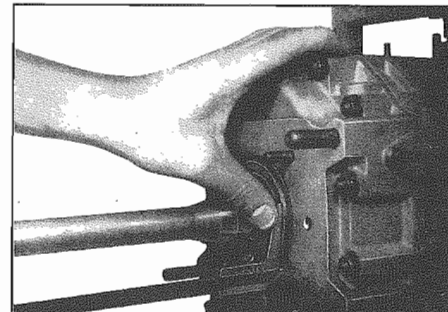

Fig. 55 - Misurare la distanza
- Premere la guarnizione ad anello per alberi (203) nella flangia di guida (201) con lo spigolo di tenuta verso l'interno della scatola.
- Con un calibro di profondità misurare la distanza tra il filo superiore dell'anello esterno del cuscinetto a sfere (207) e la superficie di tenuta della scatola (Fig. 55).
- Push shaft sealing ring (203) with sealing lip towards inside of housing into guide flange (201).
- Apply depth gauge to measure distance from upper edge of ball bearing outer race (207) to housing sealing surface (Fig. 55).